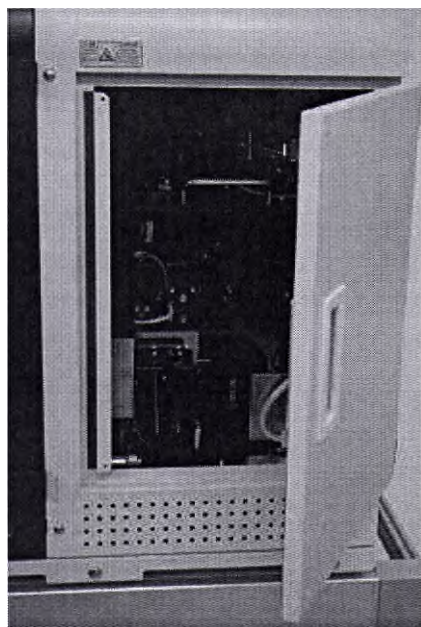

Рисунок 3.10 – Открытие боковой двери основного блока прибора.
- 2) Отключите подачу питания. Снимите винт на правой боковой двери основного блока и откройте дверь (см. рисунок 3.10).